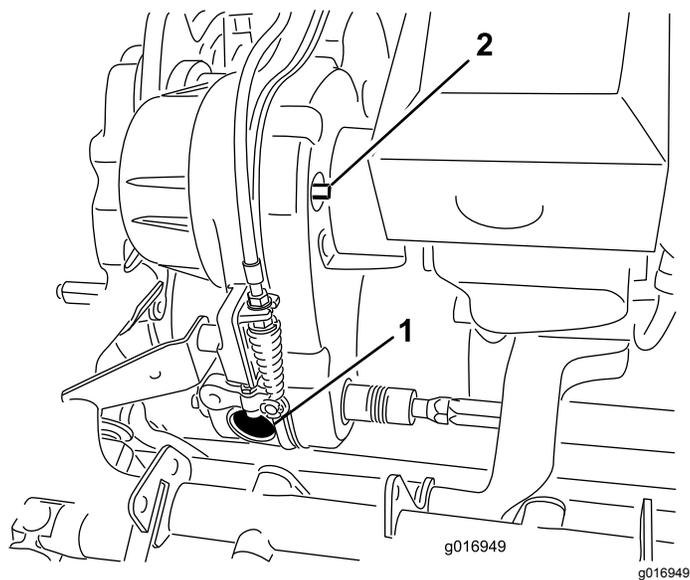
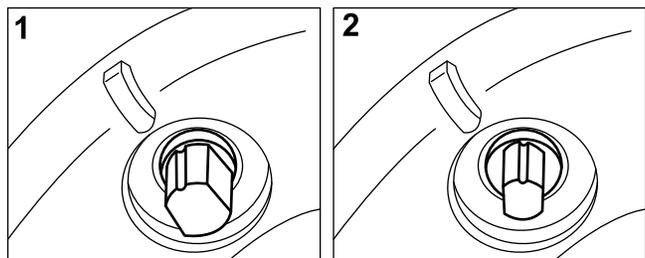

Рисунок 46
Рисунок 47
Извлеките резиновую заглушку (Рисунок 46) из отверстия в передней части трансмиссии, чтобы осмотреть сцепление барабана при выполнении регулировок.
Натяжение ремня трансмиссии обеспечивается подпружиненным натяжным роликом. Если необходимо приложить или снять натяжение ремня, используйте ключ на 3/8 дюйма, чтобы повернуть вал включения/выключения (Рисунок 46) в требуемое положение. При повороте вала на 1/4 оборота (90°) по часовой стрелке натяжной ролик отходит от ремня (Рисунок 47).
- Примечание:** Уберите резиновую заглушку (Рисунок 46) из отверстия в передней части трансмиссии, чтобы осмотреть сцепление барабана.